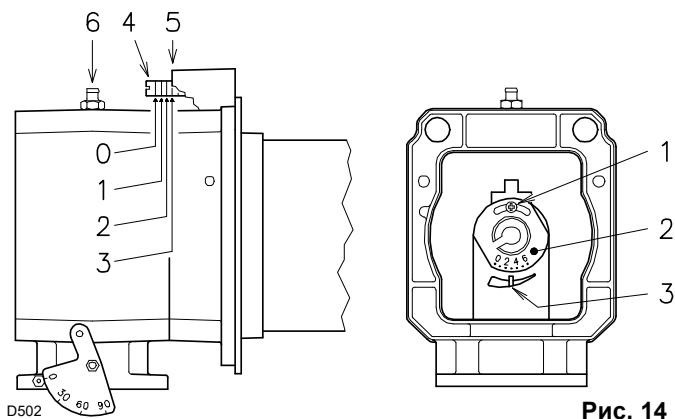
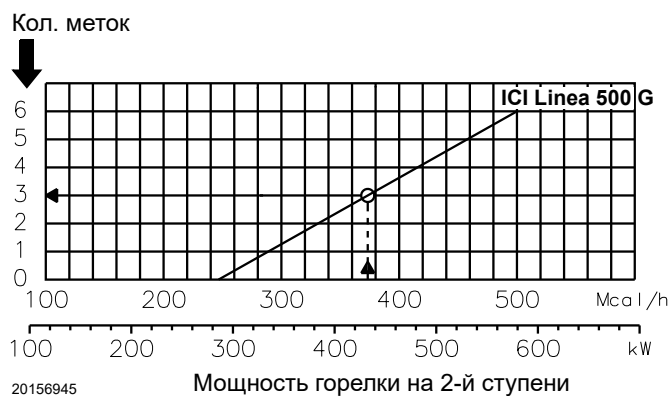

Рис. 14
Рис. 15
Найдите на графике (Рис. 15) метку, по которой регулируется как воздух, так и газ/центральный воздух.
- Поверните винт 4) (Рис. 14) так, чтобы он совпал с меткой на передней плоскости 5) фланца.
Чтобы упростить регулировку, ослабьте винт 6) (Рис. 14), выполните регулировку, а затем заверните винт.
- Отверните винты 1) (Рис. 14) и поверните круглую гайку 2) так, чтобы открывшаяся риска совпала с указателем 3).
По графику (Рис. 15) видно, что для получения данной мощности необходимо отрегулировать газ и воздух по метке 3.
Гайка газа 2) (Рис. 14 на стр. 16) отрегулирована, как показано на графике (Рис. 15 на стр. 16).